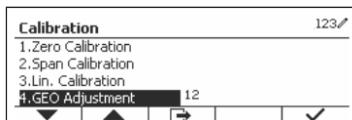

Figure 22
2. Faites défiler jusqu'à l'entrée « GEO Adjustment » (Réglage GÉO) en utilisant le bouton multifonction correspondant à l'icône ▼. (Voir Figure 22)